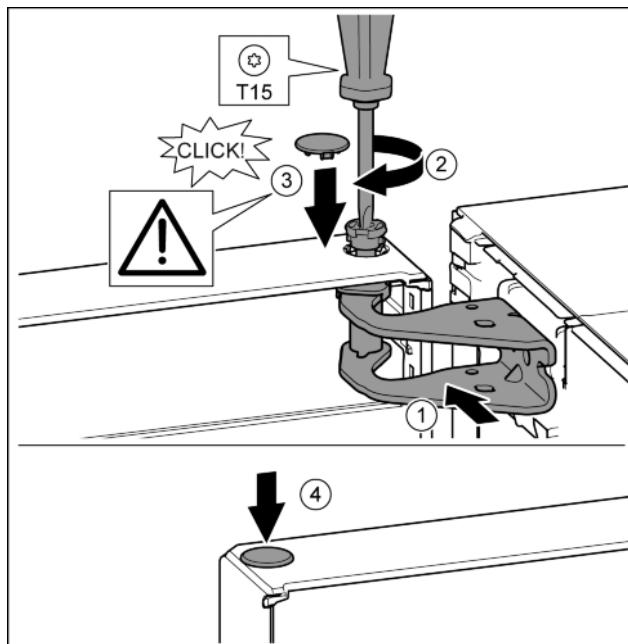

Fig. 19
- Poravnajte gornja vrata prema otvoru u podlošku ležaja. Fig. 19 (1)
- Umetnите svornjak i zavijte odvijačem T15. Fig. 19 (2)
- Montirajte sigurnosni pokrov radi osiguranja vrata: Umetnите sigurnosni pokrov i provjerite naliježe li na vrata. U protivnom u potpunosti umetnите svornjake. Fig. 19 (3)
- Umetnite čep. Fig. 19 (4)